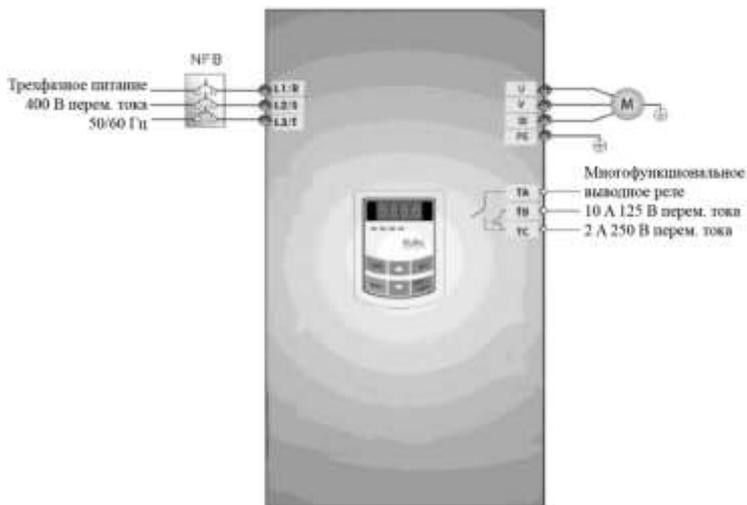

Рис. 5-1 Электропроводка 1
(1) Подключите провода, как показано на Рис. 5-1. После проверки электропроводки, включите питание инвертора.
(2) Нажмите клавишу —Func (Функция) для входа в меню программирования.
(3) Замерьте параметры двигателя
(2) Нажмите клавишу —Run (Функция)I для входа в меню программирования.
(3) Проверьте параметры двигателя: процедура аналогична примеру 1.
(4) Задайте функциональные параметры инвертора: